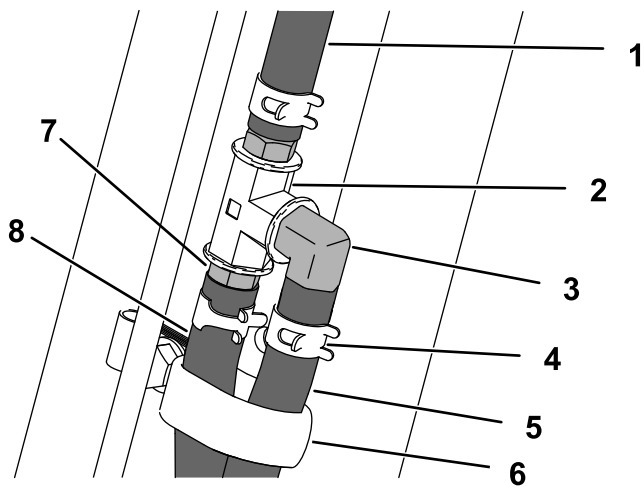

Figura 10
7. Enrute la manguera a través de la abrazadera en R grande y conéctela al acoplamiento en T usando un acoplamiento recto y una abrazadera ($\frac{1}{2}$ "), como se muestra en la Figura 10.
10. Enrute la manguera por el soporte pequeño, hacia arriba por la barra antivuelco, a través de la abrazadera en R grande y al acoplamiento en T. Conecte la manguera al acoplamiento en T con un acoplamiento de 90 grados y una abrazadera (1/2"), como se muestra en la Figura 10.
11. Apriete el perno que sujeta la abrazadera en R grande (Figura 10) a 1017 – 1243 N·cm (90 – 110 pulgadas-libra).